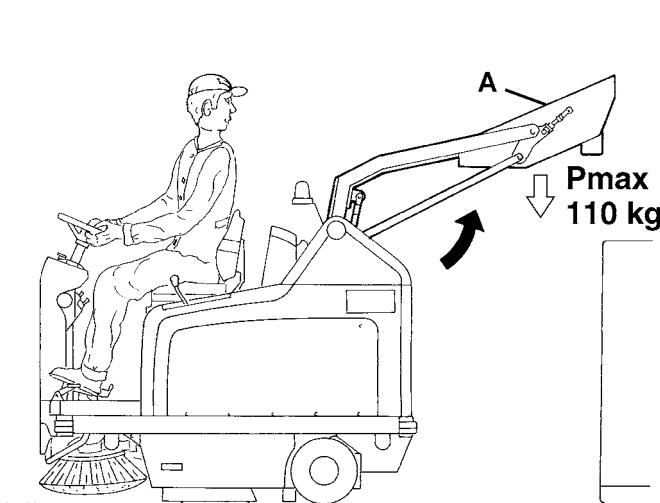

Abbildung 1
3. Die Personen in der Nähe der Maschine und besonders im Bereich des Abfallbehälters (4) entfernen.
4. Den Bestätigungsschalter (51) und gleichzeitig den Schalter zum Heben des Abfallbehälters (57) drücken, damit der Abfallbehälter (A, Abb. 1) bis zur gewünschten Höhe hebt.
Die Maschine erlaubt das Kippen des Abfallbehälters (A, Abb. 1) nur nach seinem Heben bis zu einer Mindesthöhe von 300 mm.